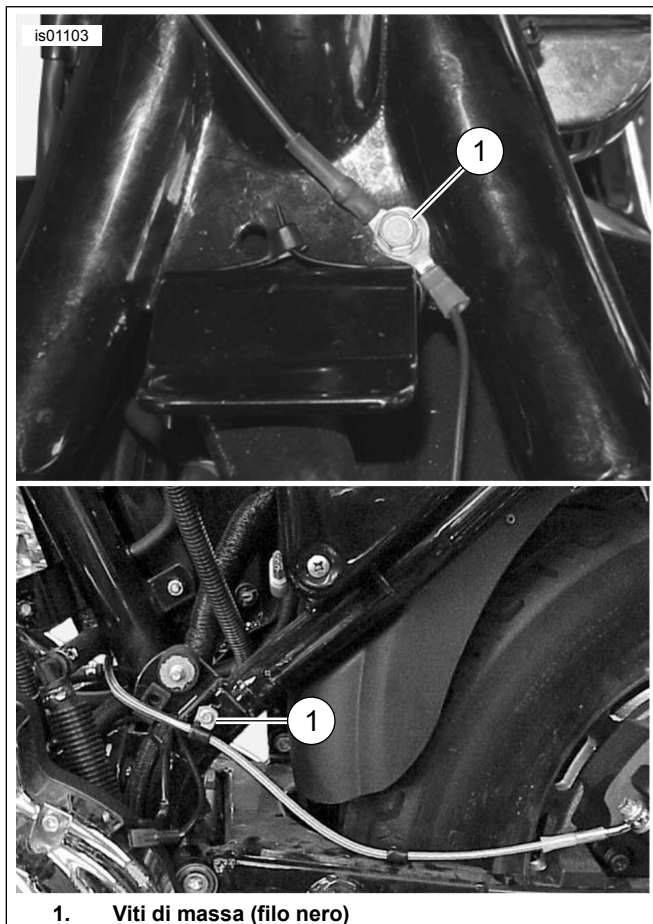

Figura 3. Collegamenti di massa (modelli Sportster)
3. Vedere Figura 3. Rimuovere la vite di massa (1), posizionata: